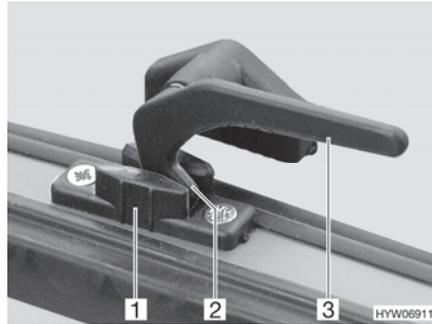

Fig. 38 Palanca de bloqueo en la posición de "ventilación continua"
- En la posición "ventilación continua" (Fig. 38)
- Girar todas las palancas de bloqueo (Fig. 38,3) un cuarto de vuelta hacia la mitad de la ventana.
- Girar de nuevo hacia atrás las palancas de bloqueo. El saliente de bloqueo (Fig. 38,2) se ha de introducir para ello siempre en el rebaje del bloqueo de la ventana (Fig. 38,1).